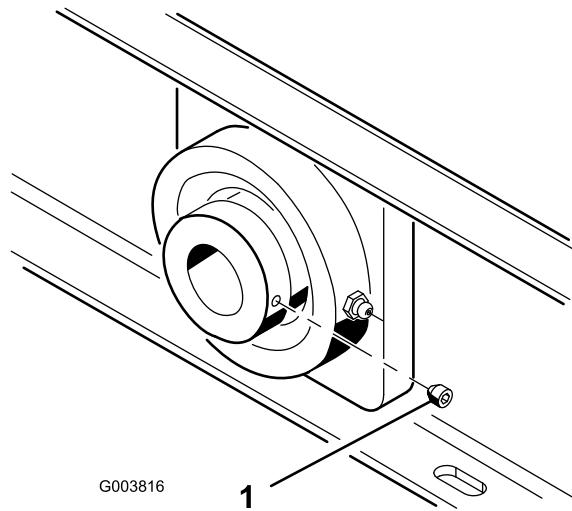

Figura 15
- Os parafusos do rolamento do eixo da ventoinha (Figura 15) devem ser apertados de 6,5 a 9,2 N·m.